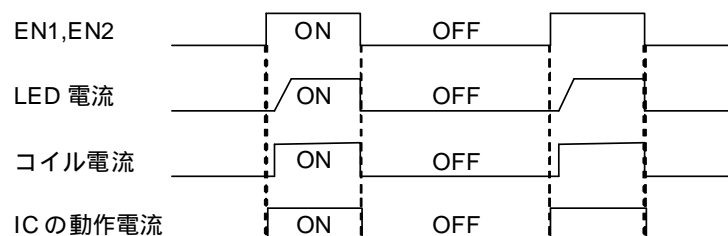

Figure 8. パワーコントロール PWM 調整
2) パワーコントロール PWM 調整は Figure 8. で示される通り EN1, EN2 に PWM 信号を与えることにより行われます。H 区間では PWM の論理で選ばれた電流設定が選ばれ、L 区間は電流をオフします。平均電流は PWMPOW 信号の Duty サイクルに比例して増加することになります。この方法はオフ時に IC をパワーオフできるため、消費電流を抑えることができ、高効率であり、50 $\mu$ s (200Hz 時に最低 1%)までの輝度調整を可能とします。パワーオン時に内部回路の安定時間が必要となるため、カレントドライバ PWM 調整より PWM 周波数の限界が低くなります。なお、オン時間 50 $\mu$ s 未満とオフ時間 50 $\mu$ s 未満は、パワーオン/オフ時の影響が大きいため、輝度調整には使用しないでください。ただし、Duty0%, 100%については切り替えの影響がないため、使用上の問題はありません。